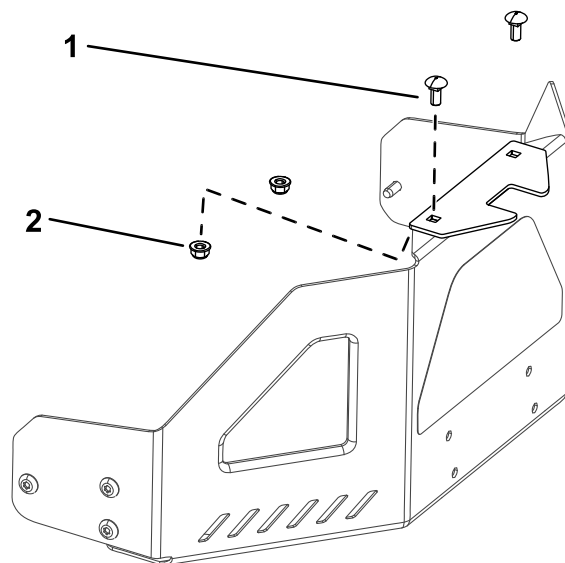

Figura 9
1. Montate la staffa di stabilizzazione sulla protezione del motore utilizzando 2 bulloni a testa tonda (5/16" x 3/4") e 2 dadi di bloccaggio (5/16") (Figura 9).